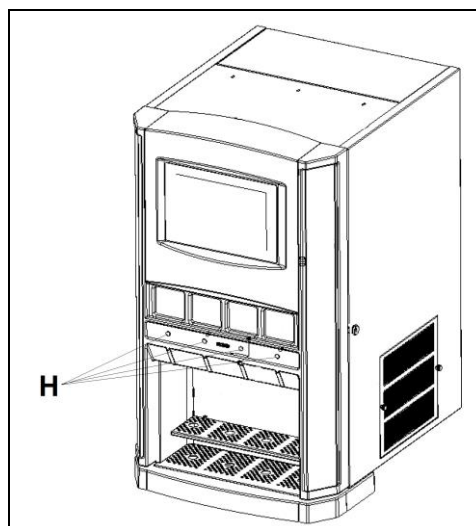

Fig. 9
- **E**rogare acqua addizionata con prodotto sanificante da tutti e quattro i circuiti di erogazione premendo uno alla volta il corrispondente bottone H (Fig. 9) fino a quando non viene completata la sanitizzazione del circuito.